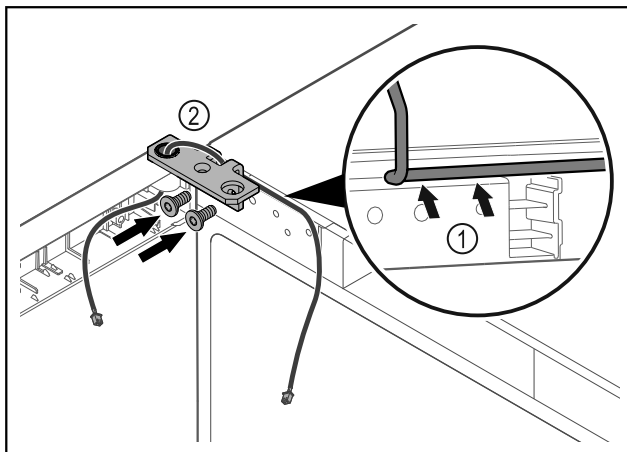

Fig. 38
- Vie kaapeli saranakulman aukon läpi ja aseta se varovasti paikalleen Fig. 38 (1).
- Kiinnitä saranakulma Fig. 38 (2) ruuveilla paikalleen.